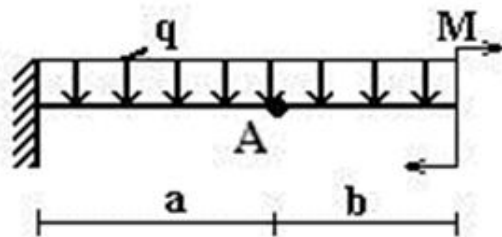

Рис. 3.
Для балки, изображенных на рис.3, требуется:
- 3) для стальной двутавровой балки, изображенной на рис.3, подобрать номер прокатного профиля из условия прочности: $[\sigma] = 160 \text{ МПа}$;